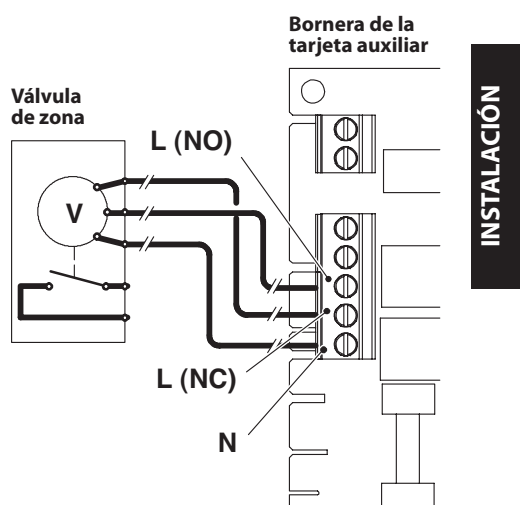

Figura 5.25
Para la conexión de la válvula de zona utilice los bornes de la tarjeta auxiliar **N** (neutro común), **L (NO)** línea 230V ~ (válvula abre instalación de calefacción), **L (NC)** línea 230V ~ (válvula cierra instalación de calefacción), Figura 5.25.